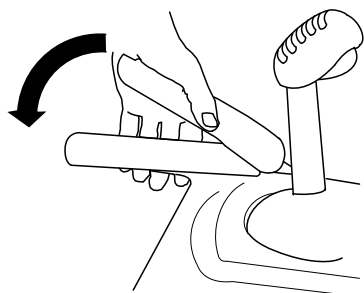

Figura 17
1. Pentru a cupla unitatea de tracțiune, apăsați maneta din stânga (maneta de tracțiune) către mâner (Figura 17).